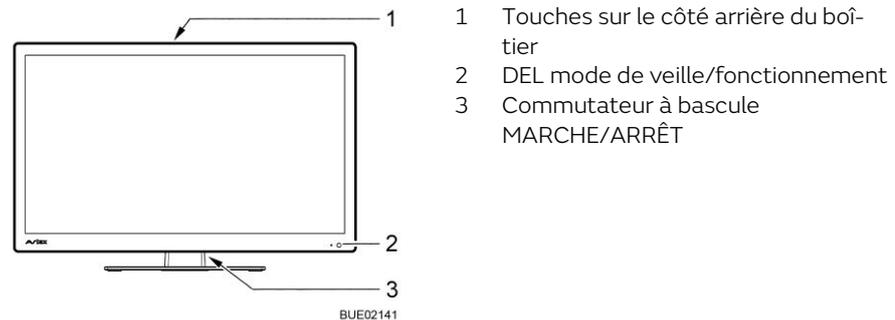
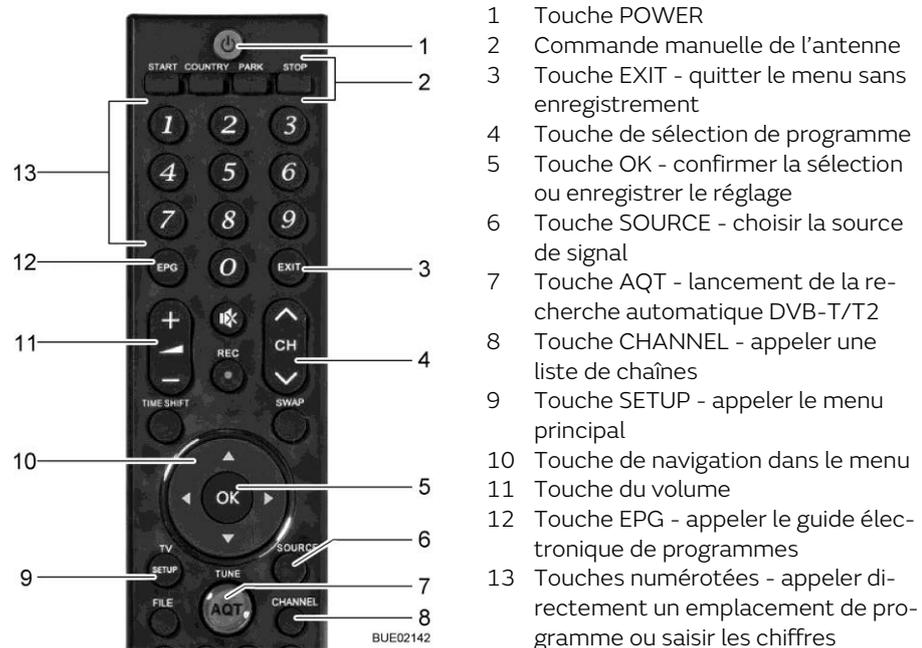

Fig. 29 Commande à l'écran plat
Fig. 30 Télécommande
- Positionner le commutateur à bascule (Fig. 29,3) en face arrière de l'écran plat sur MARCHE. Le système passe dans le mode de veille. La DEL (Fig. 29,2) s'allume en rouge.
- Appuyer sur la touche POWER (Fig. 30,1) de la télécommande. La DEL (Fig. 29,2) s'allume en bleu.
- Appuyer sur les touches de sélection de programme (Fig. 30,4 ou Fig. 30,13) jusqu'à ce que le programme de télévision désiré soit choisi.
- Appuyer sur la touche SOURCE (Fig. 30,6) jusqu'à ce que la source de signal désirée soit choisie.
- Appuyer sur la touche PARK (Fig. 30,2). L'antenne se met en position rangée.
- Appuyer sur la touche SOURCE (Fig. 30,6) jusqu'à ce que la source de signal désirée (telle que DVD) soit choisie.
- Appuyer sur la touche POWER (Fig. 30,1) de la télécommande. Le système passe dans le mode de veille. La DEL (Fig. 29,2) s'allume en rouge.
- Positionner le commutateur à bascule (Fig. 29,3) en face arrière de l'écran plat sur ARRÊT.